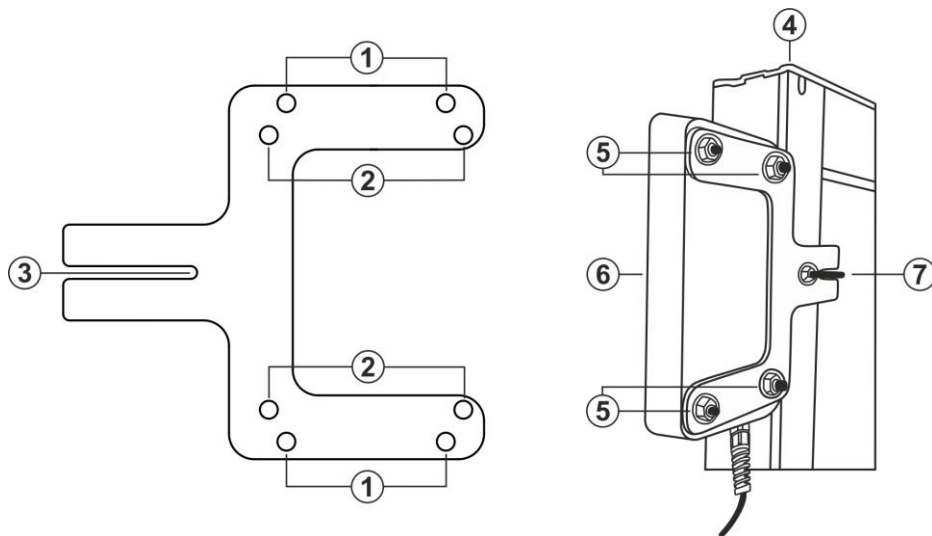

Abb. 2 Installation des Zubehörteils am Rahmen des PV-Moduls
1. Befestigen sie die mitgelieferte Halterung (siehe Abb. 2 – linke Seite) zentral im Bezug auf die Achse der PV-Module (siehe Abb. 2 – rechte Seite). Die Halterung verfügt ein spezielles Schraubbefestigungssystem, das mit den Löchern auf der Rückseite des Rahmens der PV-Module kompatibel ist (siehe Abb. 2 – Teil 3).